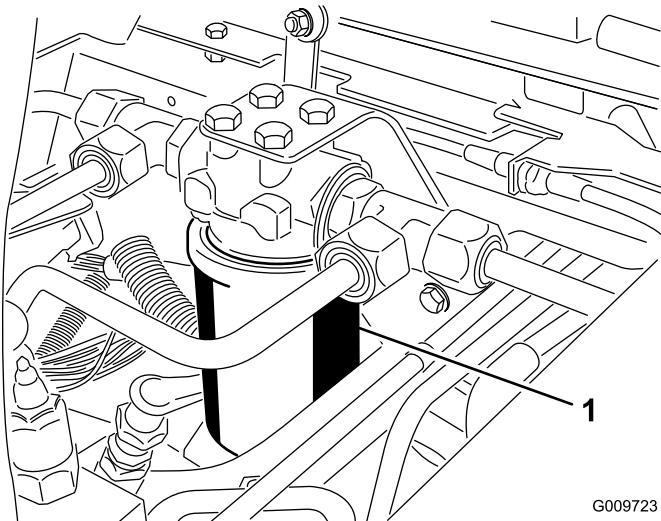
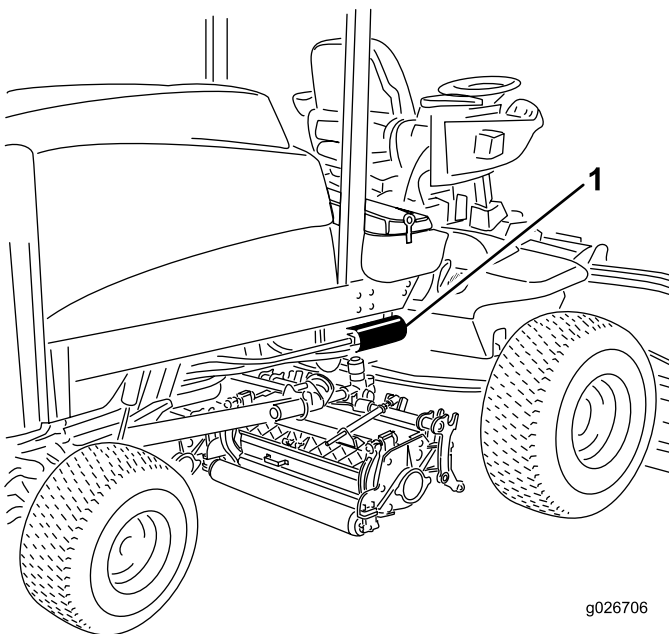

Figura 97
Figura 98
2. Limpe a zona em torno da montagem do filtro. Coloque um recipiente de escoamento debaixo do filtro e retire o filtro (**Figura 97** e **Figura 98**).